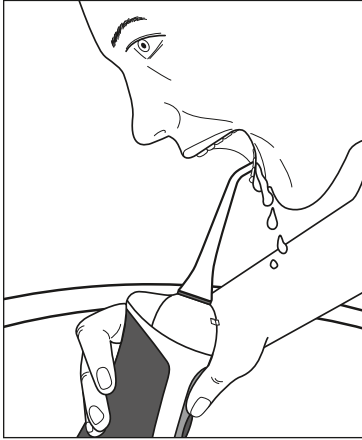

Abb. 1
- 4) Führen Sie den Aufsatz **2** in den Mund, um umherspritzendes Wasser zu vermeiden. Beugen Sie sich über das Waschbecken und halten Sie das Handteil **5** möglichst aufrecht (siehe Abb. 1). Die Düse **1** des Aufsatzes **2** ist auf die Zähne/Zahnzwischenräume gerichtet.